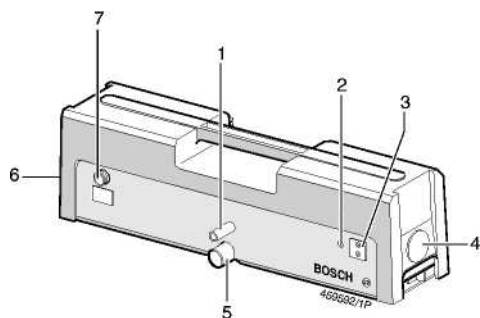

Рис. 1. RTM 430:
- Имеющийся в наличии шланг для отвода отработавших газов в вытяжную установку (дополнительная принадлежность) подключить к соединительному штуцеру 5 (рис. 1) модуля дымомера RTM 430 и соединить с вытяжной установкой.
1. Удалить при помощи подходящего инструмента крышки-заглушки **4, 6** (см. рис. 1) на боковых стенках.